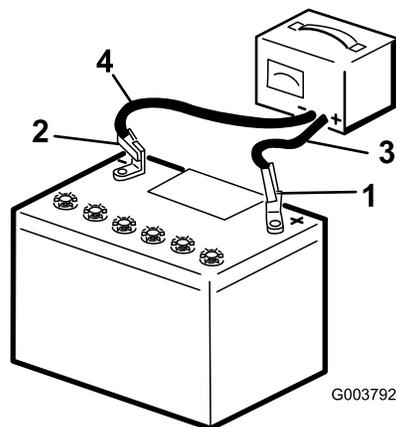

Figure 30
- Chargez la batterie pendant 10 à 15 minutes entre 25 et 30 A, ou pendant 30 minutes entre 4 et 6 A (Figure 30). Ne chargez pas la batterie excessivement.
- Quand la batterie est chargée au maximum, débranchez le chargeur de la prise, puis débranchez les fils du chargeur des bornes de la batterie (Figure 30).